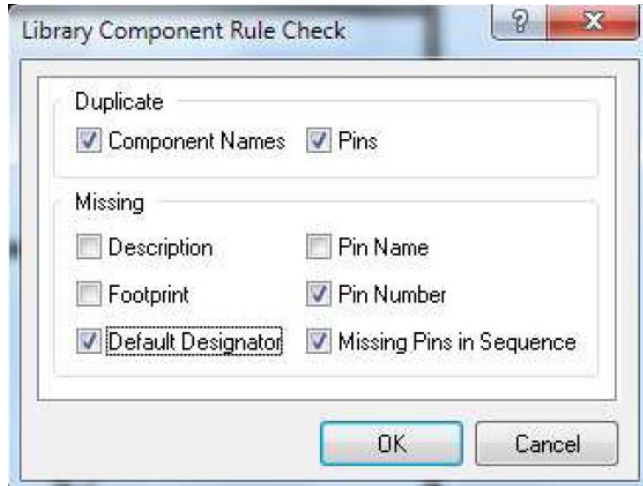

Рис. 5. Параметры команды Component Rule Check
9. Проверить на ошибки Reports>>Component Rule Check с параметрами, указанными на Рис. 5. Если найдены ошибки, то их нужно исправить, и еще раз проверить.